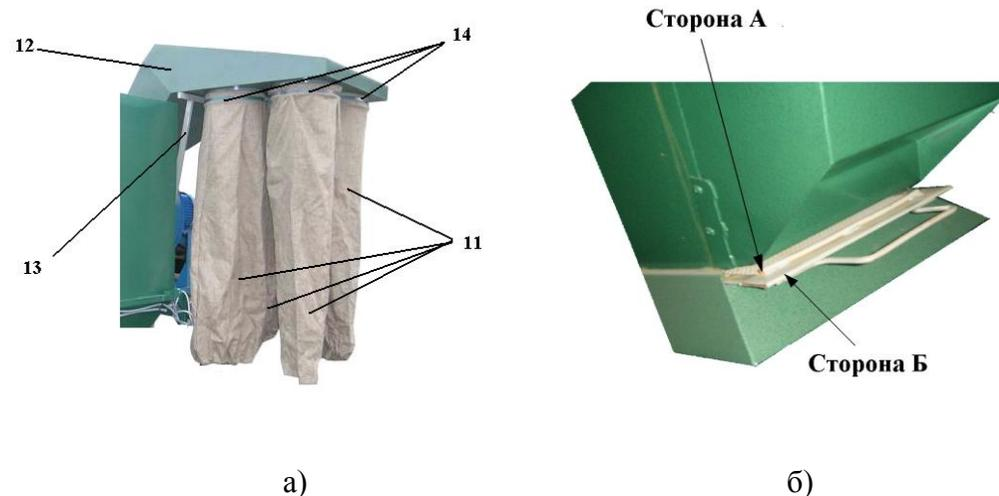

Рис.8 Установочные узлы
- закрепите фильтр элемент (мешок) 11 на корпус фильтра 12 при помощи хомута 14 (рис. 8,а);
- установите на ПСМ поддерживающую сетку 4 (рис.8,б). Рабочее положение сетки, сторона А должна быть обращена вверх, а тыльная часть поддерживающей сетки, сторона Б соответствующая плоскости крепления ручки сетки должна быть строго обращена вниз.